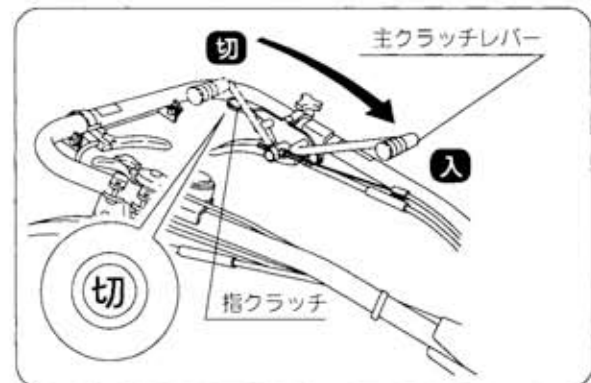

図19
- ② 主クラッチレバーを前方に倒すと発進します。主クラッチレバーはゆっくりと操作してください。（図19）指クラッチ方式ですからクラッチを切るときは【切】マークの位置を指で押しても切れます。